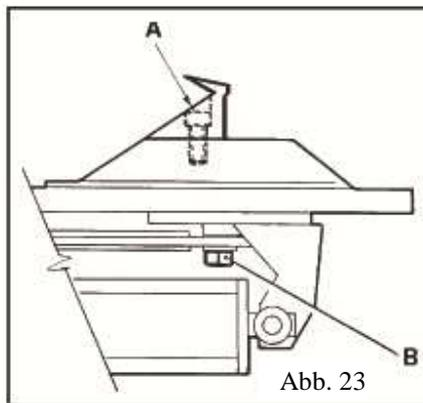

Abb. 23
- Nach den ersten 20 Arbeitstagen erneut die Befestigungsschrauben der Spannbacken auf den Schlitten des Drehtellers festziehen (Abb. 23).